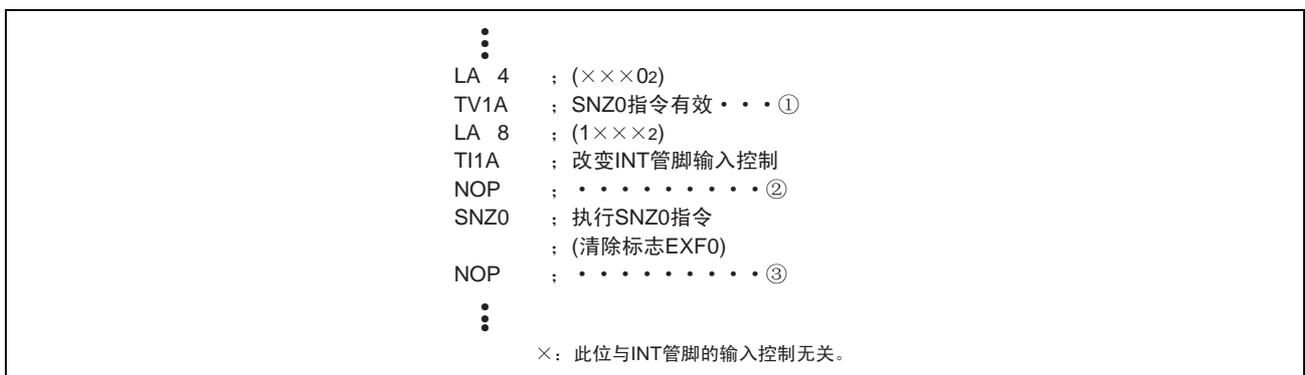

图 DD-6 外部 0 中断程序例子 1
- 在改变寄存器I1的位3的内容时, 根据D5/INT管脚的输入状态, 外部0中断请求标志 (EXF0) 有可能被置“1”。为了防止产生预料外的中断, 必须在将中断控制寄存器V1的位0清“0” (图DD-6①)后, 改变寄存器I1的位3的内容。而且, 必须在间隔一条以上的指令后 (图DD-6②) 执行SNZ0指令, 将标志EXF0清“0”。另外, 考虑到由SNZ0指令引起发生跳越的情况, 必须在SNZ0指令之后插入NOP指令 (图DD-6③)。